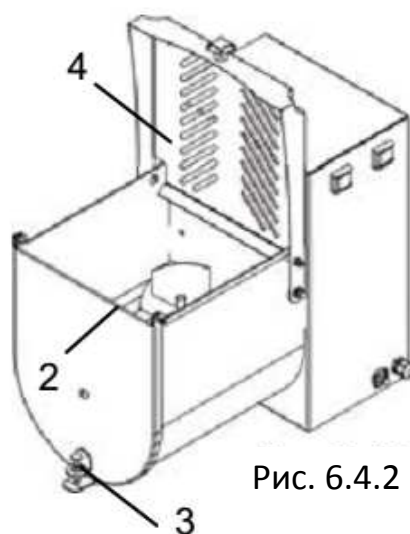

Рис. 6.4.2
- После установки лопасти опустить переднюю крышку поз. 2 (рис. 6.4.2) и зафиксировать ее, надавив на ручку фиксатора поз. 3 (рис. 6.4.2).
- Опустить защитную решетку поз. 4 (рис. 6.4.2).